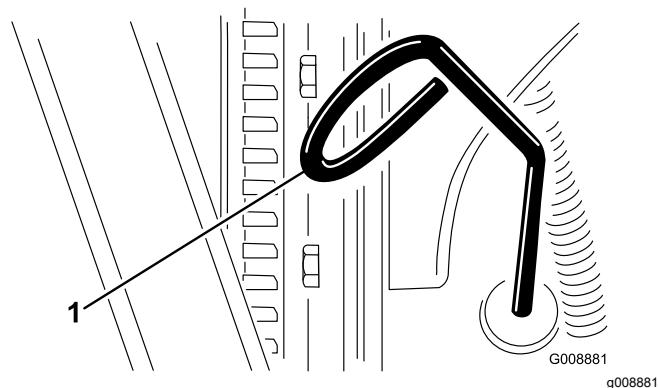

図 48
- ディップスティック 図 48 を抜きウェスで一度きれいに拭く。